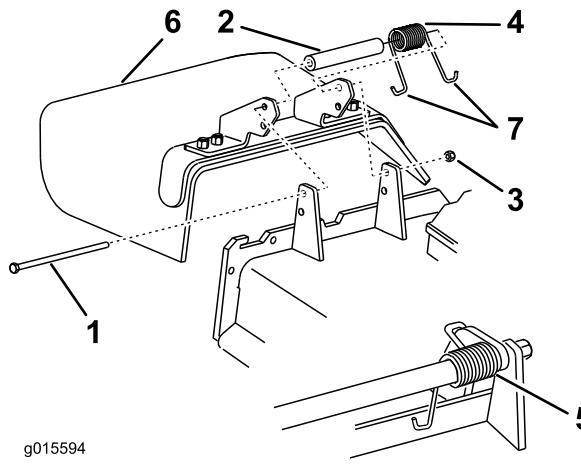

Figure 133
**Remarque:** Prenez soin de placer une extrémité en J du ressort derrière le bord du tablier avant de mettre le boulon en place, comme montré à la Figure 133.
6. Placez une extrémité en J du ressort autour du déflecteur d'herbe (Figure 133).
1. Retirez le contre-écrou, le boulon, le ressort et l'entretoise qui fixent le déflecteur aux supports de pivot (Figure 133).
2. Enlevez le déflecteur s'il est endommagé ou usé (Figure 133).